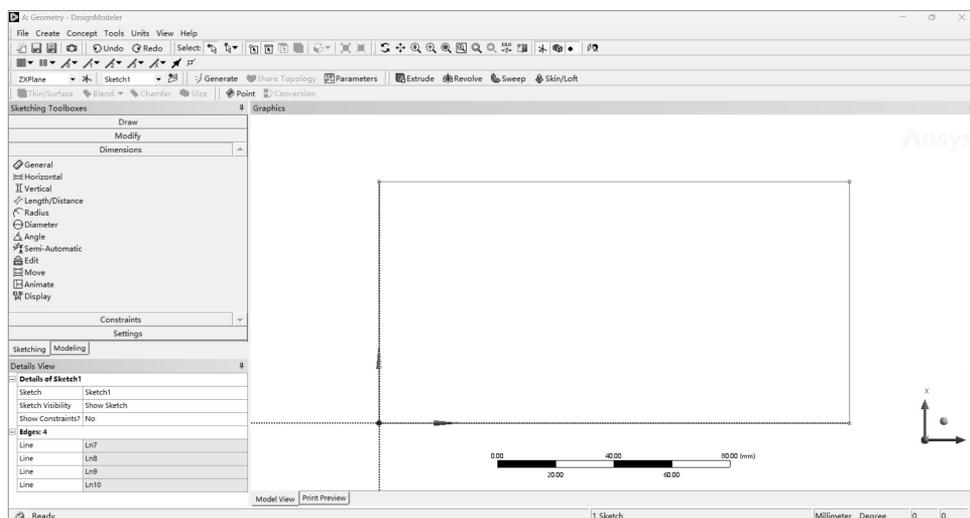

图 2-42 绘制矩形
(6) 在细节展示区内选择 Sketching 选项卡，进入 Sketching Toolboxes 窗口，单击 Draw（画图）中的 Rectangle（矩形）选项，在图形工作区两处不同的地方分别单击，生成一个矩形，如图 2-42 所示。